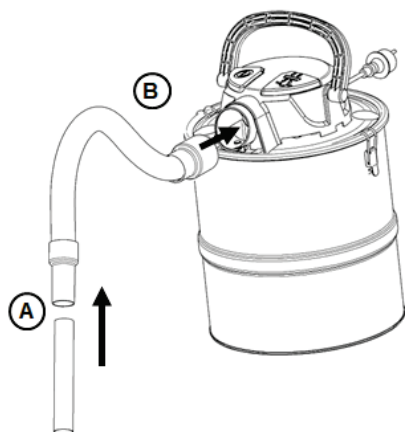

Fig. 5
Pour aspirer, emboîtez la buse (A) dans le manchon du tuyau d'aspiration, comme représenté sur la Fig. 5. Enfichez le tuyau ainsi que le manchon dans l'admission de l'aspirateur (B).